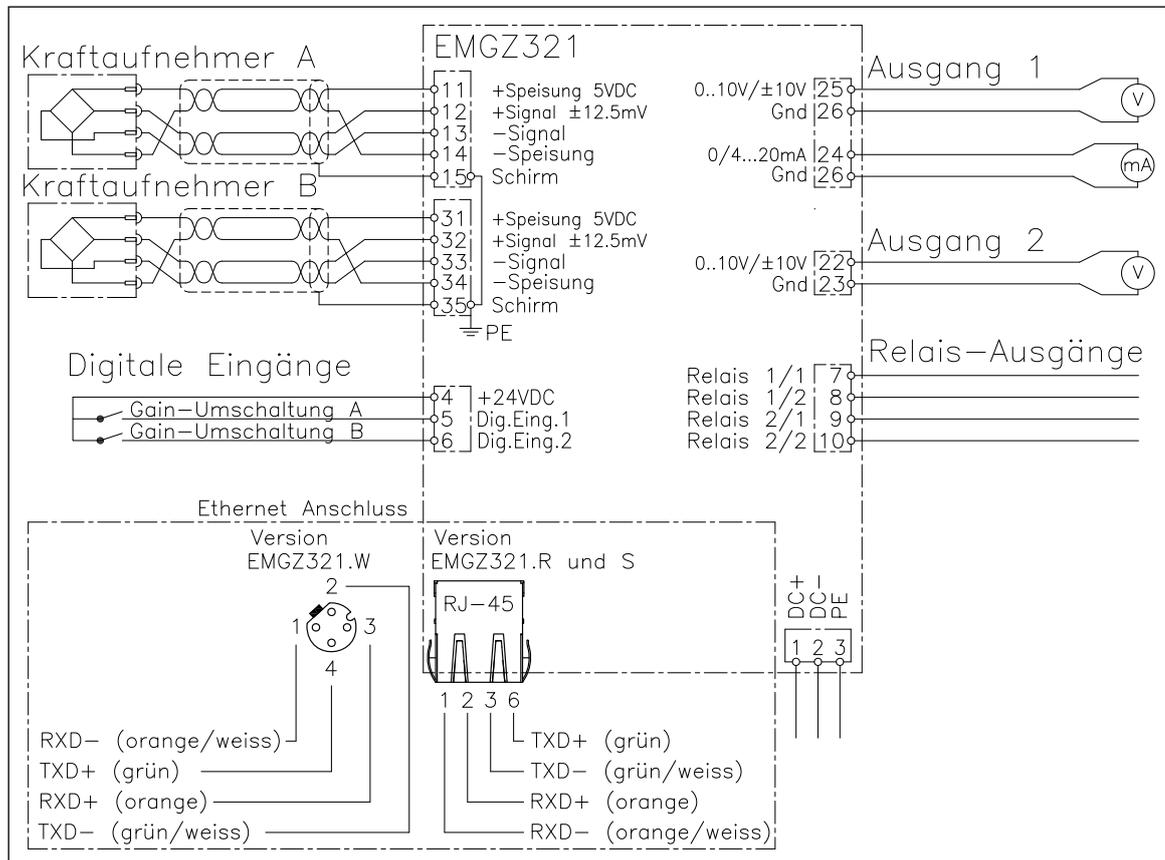

Bild 4: Anschlussschema EMGZ321
2. Schliessen Sie die Kraftsensoren an die Verstärker an (siehe Bild 4)
Zugriff zu den Relaisausgängen über die Kabelschraubleisten (siehe Bild 4 und 5)